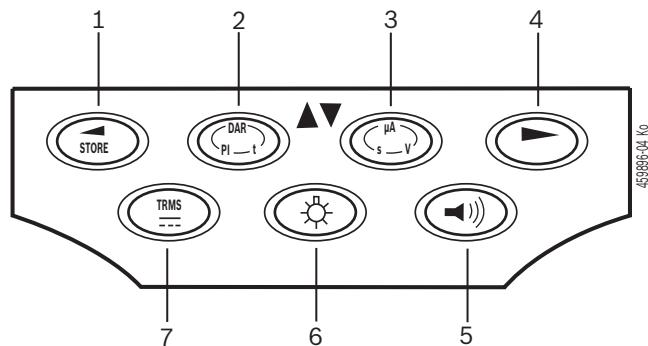

Fig. 3: Functietoetsen FSA 050
De achtergrondverlichting van het LCD-display kan bij ingeschakelde FSA 050 geselecteerd (fig. 3, pos. 6) worden. De achtergrondverlichting wordt na 20 seconden automatisch uitgeschakeld.
De zoemer (fig. 3, pos. 5) kan voor de doorgangsmeting ingeschakeld worden. Het symbool verschijnt op het LCD-display (fig. 5, pos. 4).
- Bij een Bluetooth-communicatie wordt op het LCD-display na het indrukken van de keuzetoets ► (Fig. 3, Pos. 4) ca. een seconde lang bt weergegeven (Fig. 5, Pos. 2).